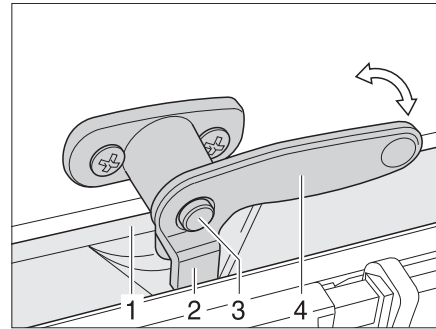

Fig. 70 Levier de verrouillage avec bouton de sécurité en position "fermée"
- Si présent, enfoncer le bouton de sécurité (Fig. 70,3) et le maintenir enfoncé.